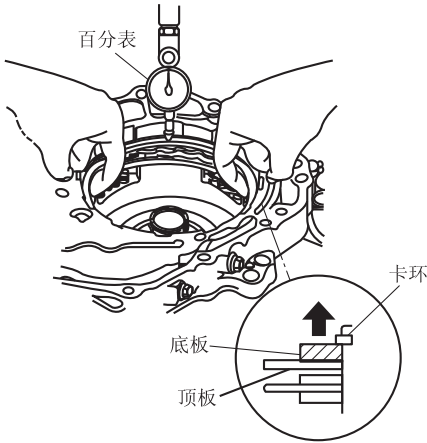
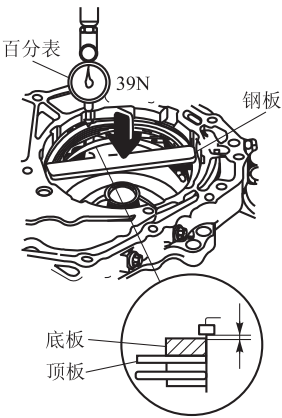

图 2-25 设置百分表
图 2-26 测量倒挡制动器间隙
⑥ 调整倒挡制动器间隙。如图 2-25 所示，在倒挡制动器底板上放置百分表，向上提顶板，使其与倒挡制动器底板接触并紧靠卡环，将百分表置 0。如图 2-26 所示，放松底板，使其降低，然后横穿倒挡制动器底板安放一块钢板，用 39 N 的力下压钢板，记录百分表读数。至少测量 3 个位置，取平均值作为倒挡制动器间隙，规定值为 0.55 ~ 0.7 mm。如果测量值不在规定值范围，选择合适厚度的倒挡制动器压板，见表 2-5。